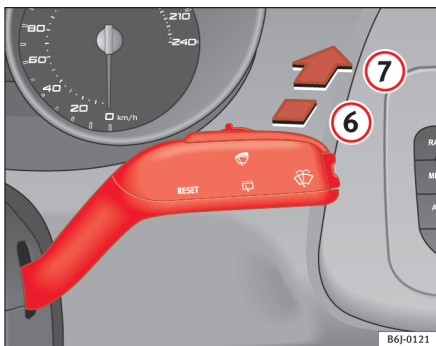

Fig. 61 Levier d'essuie-glace et de lave-glace : essuie-glace arrière
- Poussez le levier vers l'avant jusqu'au cran ⑥ ⇒ fig. 61. L'essuie-glace fonctionne environ toutes les 6 secondes.
- Poussez le levier entièrement vers l'avant en position ⑦ ⇒ fig. 61. L'essuie-glace et le lave-glace fonctionnent simultanément. Tant que vous maintenez le levier dans cette position, le lave-glace continuera à fonctionner.